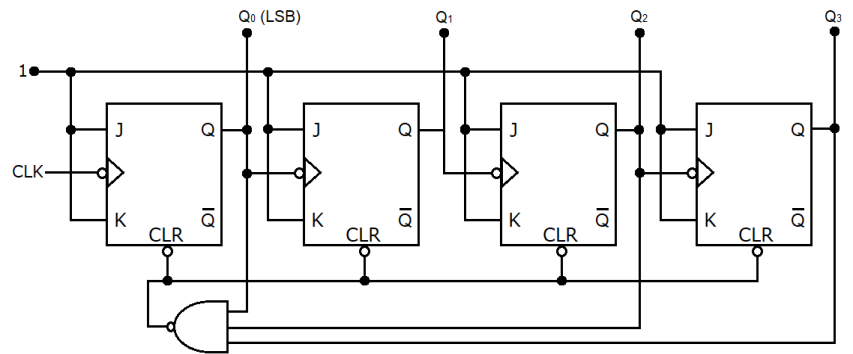

Figura 23
38. O circuito contador binário em sequência, representado na Figura 23, possui Q_0 como bit menos significativo (*LSB*) e Q_3 como bit mais significativo (*MSB*), realizando uma contagem de